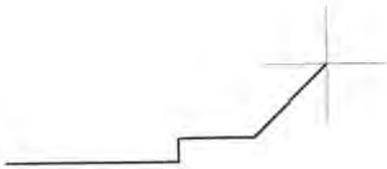

图 3-107 绘制折线
- [3] 在适当位置处, 单击鼠标左键确定线的终点, 如图 3-107 所示。